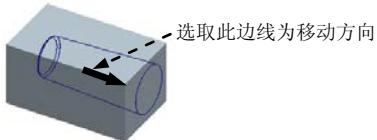
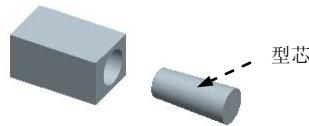

图 7.20 选取移动方向
图 7.21 移出后的型芯
(1) 在系统 **为迁移号码1 选择构件** 的提示下，先将鼠标指针移至模型上，并右击，从弹出的快捷菜单中选择 **从列表中拾取** 命令。
(2) 在系统弹出的“从列表中拾取”对话框中，单击列表中的型芯模具零件 **CORE_MOLD.PRT**，然后单击 **确定 (O)** 按钮。
(3) 在“选择”对话框中单击 **确定** 按钮。
Step4. 在系统 **通过选择边、轴或面选择分解方向** 的提示下, 选取图 7.20 所示的边线为移动方向, 然后在系统的提示下, 输入要移动的距离值 100, 并按 Enter 键。
(1) 在 **Define Step (定义步骤)** 菜单中选择 **Interference (干涉)** 命令。
(2) 在系统提示下选取 **移动1** 命令。
(3) 再选择 **Static Part (静态零件)** 命令, 此时系统提示 **选择统计零件**。(注: 此处应翻译成“选择静止的模具零件”), 从屏幕的模型中选取注射件, 系统在信息区提示 **• 没有发现干涉**。
(4) 选择 **Done/Return (完成/返回)** 命令, 完成干涉检查。
Step6. 在 **▼ DEFINE STEP (定义步骤)** 菜单中选择 **Done (完成)** 命令, 完成型芯的移动, 移出后的型芯如图 7.21 所示。